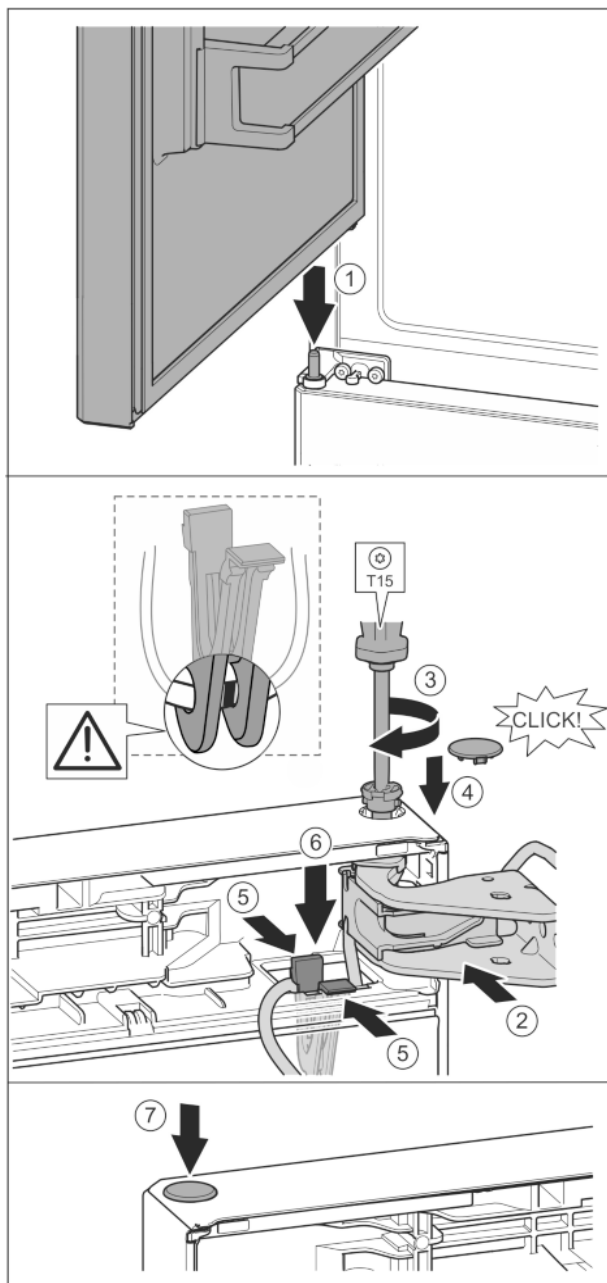

Fig. 36
- Założyć górne drzwi na środkowy sworzeń zawiasu Fig. 36 (1)
- Wyrównać drzwi u góry względem otworu w płytce zawiasu. Fig. 36 (2)
- Założyć sworzeń i dokręcić śrubokrętem T15. Fig. 36 (3)
- Zamontować osłonę bezpieczeństwa w celu zabezpieczenia drzwi: Włożyć osłonę zabezpieczającą i sprawdzić, czy przylega ona do drzwi. Ponadto założyć cały sworzeń. Fig. 36 (4)
- Uchwyt z zamocowanym kablem umieścić w otworze. *Fig. 36 (5)*
- Uchwyt przycisnąć, aż nakładka zatrzaśnie się. *Fig. 36 (6)*
- Założyć zatyczkę. *Fig. 36 (7)*